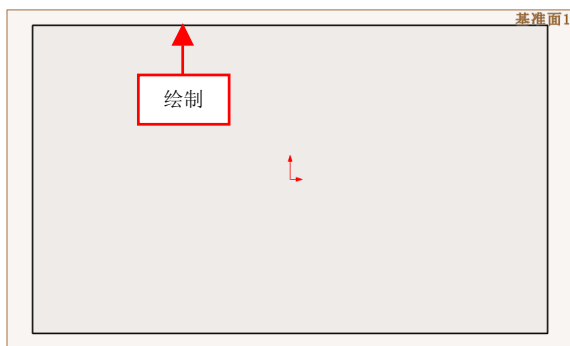

图 16-52 绘制草图对象
(10) 进入草图绘制环境, 单击相应的按钮, 绘制草图对象, 如图 16-52 所示。